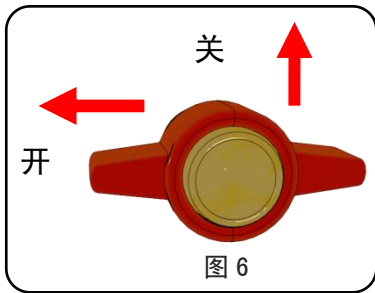

图 6
5. 蒸馏器内设有内置式自行排放存留水，每次使用结束后，需打开机器底部排水阀（图 6）待冷却水排放管内彻底没水流出时，方可将排水管收起。